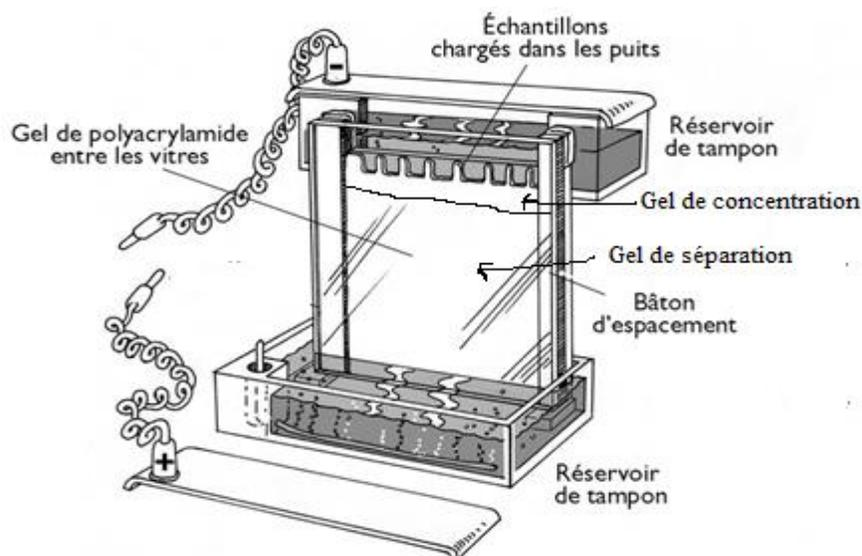

Figure 12: Cuve d'électrophorèse des protéines en gel d'acrylamide
- *Dépôt d'échantillon* : il doit être mélangé avec le saccharose ou le glycérol (10-15%) pour augmenter sa concentration, et donc se déposer au fond du puits remplis avec le tampon du compartiment cathodique (éviter le mélange). Un colorant (marqueur d'électrophorèse) est souvent ajouté à l'échantillon ou déposé séparément pour contrôler la progression de la migration comme : le bleu de bromophénol (anionique) ou le bleu de méthylène (cationique) (Fig. 12).
- *Dépôt des plaques de verre dans la cuve d'électrophorèse* : contenant le gel polymérisé et l'échantillon (Fig. 12);